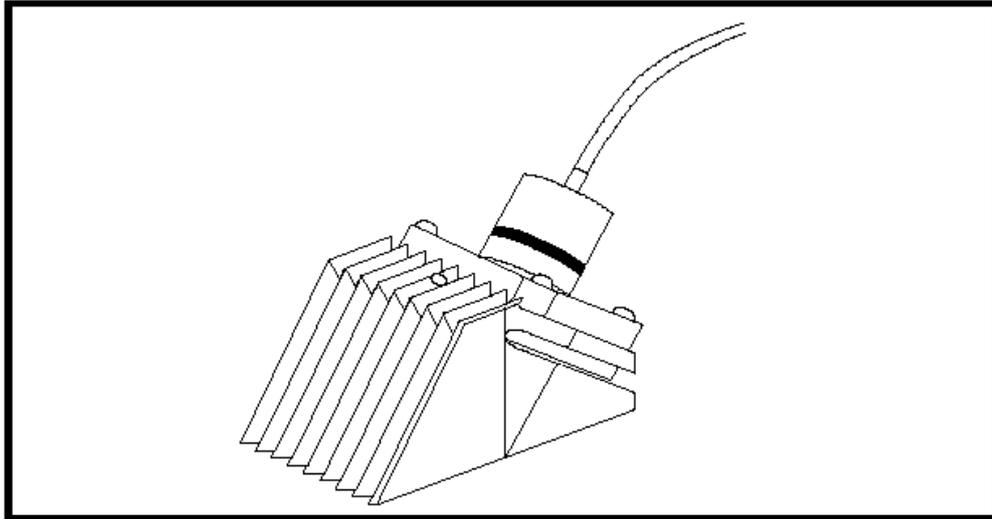

Рис. 35. Кабель, подсоединенный к измерительному преобразователю
1. Перед монтажом вы можете подсоединить кабели к измерительным преобразователям (см. рис. 35 внизу). Обратитесь к разделу "Подключение преобразователей" в своем руководстве.